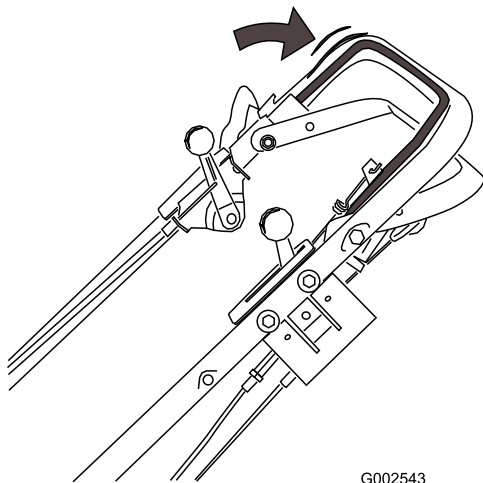

Figure 15
2. Serrez et maintenez la barre de commande de la lame contre le guidon (Figure 15).